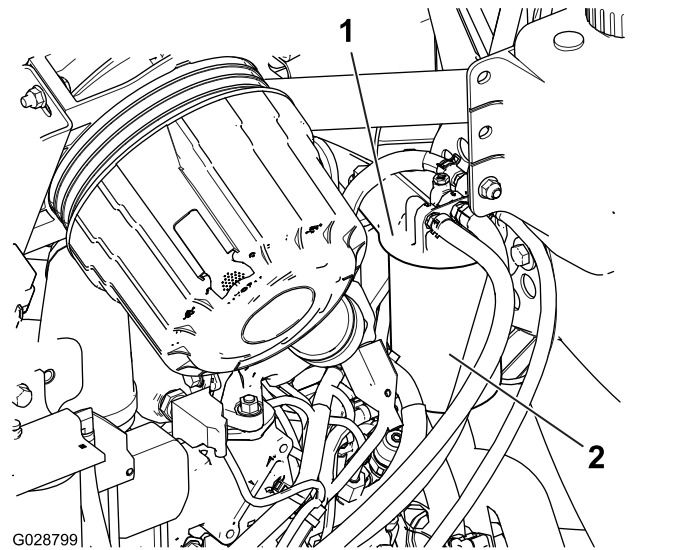

Bild 96
1. Reinigen Sie den Bereich um den Kraftstofffilterkopf (Bild 96).
2. Entfernen Sie den Filter und reinigen die Kontaktfläche (Bild 96).